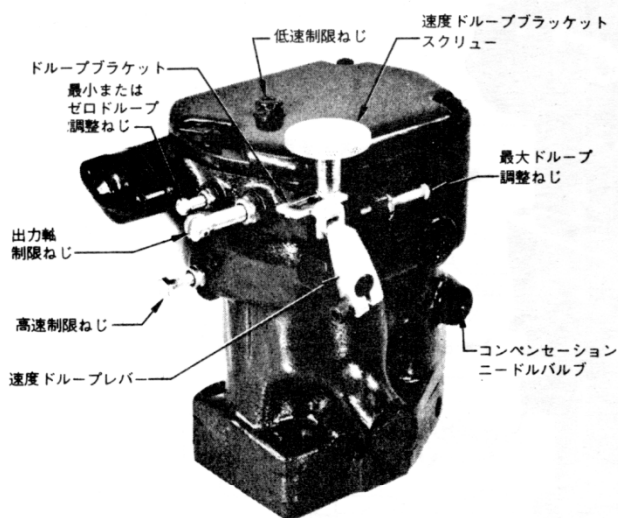

図5-14 外部調整ドループ付外観図
外部調整ドループは図5-14, 15, 16, 17, 18を参照のこと、速度ドループは0～7%まで外部で調整できるが速度設定、スピードースpring、フライウェイトおよび出力軸の動く範囲によって異なる。ドループ量はこの2点間で、簡単に設定ができる。速度ドループは2機以上の発電機駆動機関の並列運転または、多機1軸機関の相互負荷分担する為に使用される、機関が単独または適切な複巻直流発電装置の場合はガバナーはゼロドループに設定し、恒速運転をすることができる。並列運転が行なわれる交流発電機装置に対しては装置間の負荷のやりとりを防ぐ様充分ドループを高く設定すること。多機関の並列で一台の機関が充分な容量をもっている場合は、その機関のガバナーをゼロドループにセットすればその機関は系全体の周波数を調整する事が出来る。この装置は能力内においてはすべての負荷変化を受け持ち、同一周波数を維持する。速度ドループ設定はガバナーケース外部の速度ドループブラケットスクリュー (233)、レバー (294) 2本のスクリュー (228と232) により位置を調整できる。スクリュー (228) はゼロドループ設定をするために用い、もともとゼロにセットされているので調整を必要としない。製造段階でドループのパーセントの仕様がない場合は機関上にガバナーがのった状態でスクリュー (232) を調整する。ブラケットスクリュー (233) は2点間のどちらかへドリープ・リンケージをロックするのに使われる。
分解 (図5-14, 5-18参照)